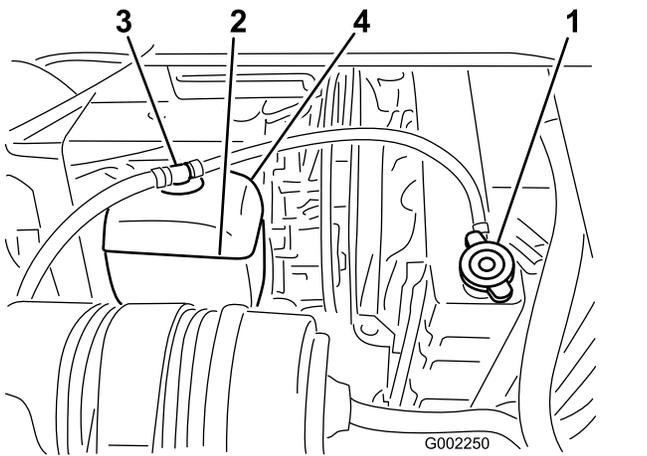

Bild 54
3. Schrauben Sie den Kühlerdeckel und den Deckel vom Ausdehnungsgefäß vorsichtig ab (Bild 54).